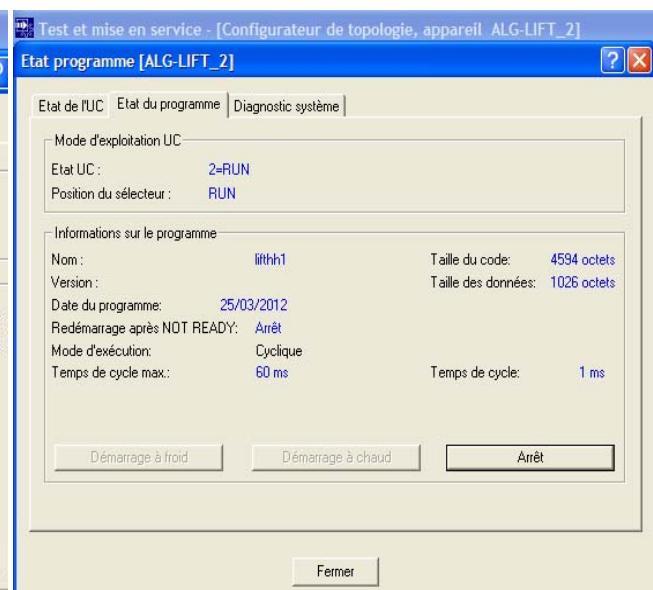

Figure A7
- La fenêtre figure A7 s'affiche. Le programme est en cours d'exécution. Le voyant led 2 de l'état de l'UC allumé (2=UC RUN). Le Sélecteur S2 de mode est en position 2= run.